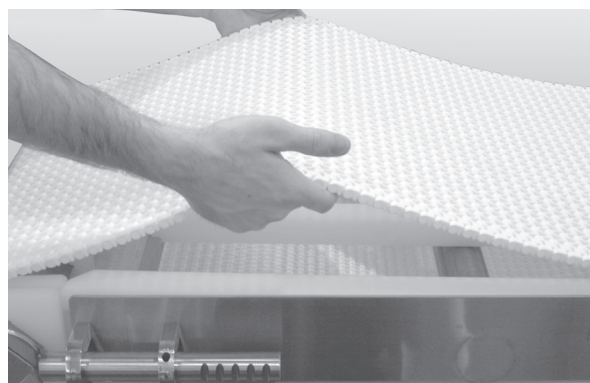

Figure 27
3. Si le convoyeur ne comporte pas de barres à crochets, soulevez la courroie manuellement (Figure 27).